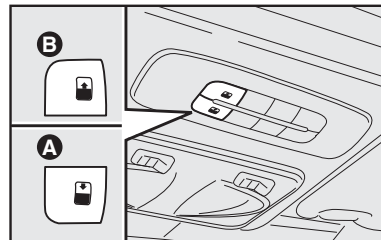

fig. 103
Acionar o botão **B-fig. 103** que permite duas modalidades de abertura do vidro móvel (dianteiro).
Acionando o botão **B-fig. 103**, de completamente fechado, o vidro dianteiro passa à posição de spoiler; um segundo acionamento leva o vidro à posição de máximo conforto (menor ruído aerodinâmico); um terceiro acionamento levará o vidro à posição de máxima abertura. Depois do acionamento inicial de abertura, o vidro poderá ser parado em posição intermediária apertando novamente o botão.
Pressionando o botão **B-fig. 103**, de completamente fechado, o vidro anterior se move e para quando o botão **B-fig. 103** é novamente pressionado. Com pressões sucessivas do botão, sempre no mesmo intervalo de tempo, o vidro se moverá até alcançar a posição de máxima abertura. Esta função permite
Da posição de abertura em que se encontra, pressionar o botão **A-fig. 103** e, mantê-lo pressionado por mais de meio segundo, o vidro anterior do teto solar se fechará automaticamente até a posição "spoiler". Pressionando novamente o botão **A-fig. 103** por mais de meio segundo, o vidro dianteiro se fecha completamente.
Assegurar-se que o vidro seja completamente fechado e, caso não ocorra o fechamento, acionar o botão **A-fig. 103** novamente.
- atuar no botão **A-fig. 103** e fechar completamente o teto solar através do procedimento manual;
- pressionar o botão **A-fig. 103** até que sejam ouvidos dois ruídos ("clac");